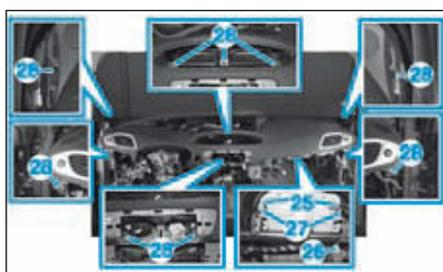

FIG.41
- les connecteurs de l'airbag passager (25) (Fig.41),
- le connecteur de l'éclairage de boîte à gants (26).
- les vis de l'airbag passager (27),
- les vis de la planche de bord (28).